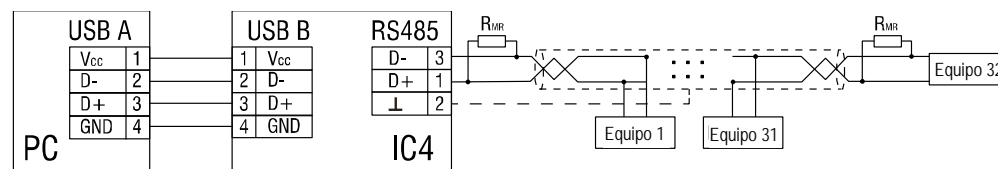

Fig. 2 Cableado
- RS485 terminales (ver Fig. 2)
El equipo debe ser conectado de acuerdo a lo indicado en la Fig. 2: